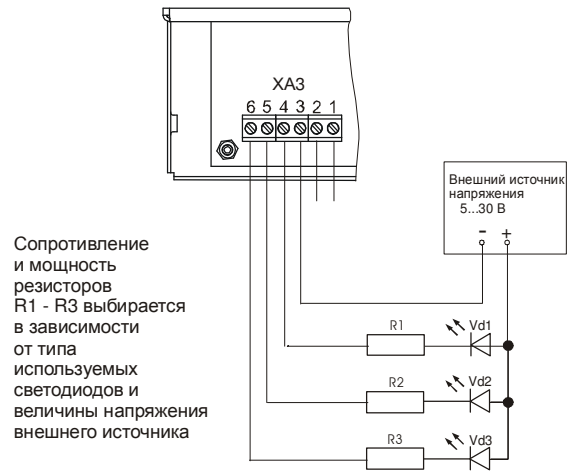

Рисунок 5
- 5.7.3. Подключить при необходимости соответствующий информационный выход внешнего устройства сбора информации с учетом полярности к колодке ХА3. Подключение внешних устройств автоматики к выходам типа «открытый коллектор» представлено на рисунке 4 приложения А (или внешних цепей индикации см. рисунок 5 приложения А).